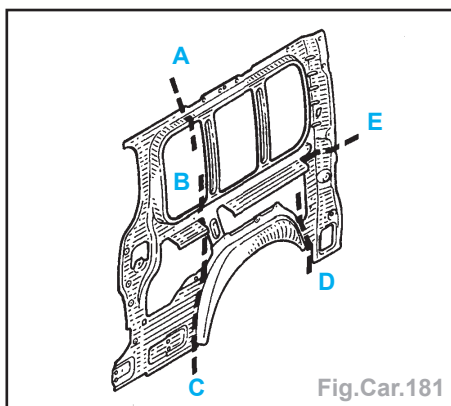

Fig.Car.181
- Cette opération s'effectue suivant plusieurs possibilités en fonction du cas considéré (voir méthode ci-après) (Fig. Car.181) :